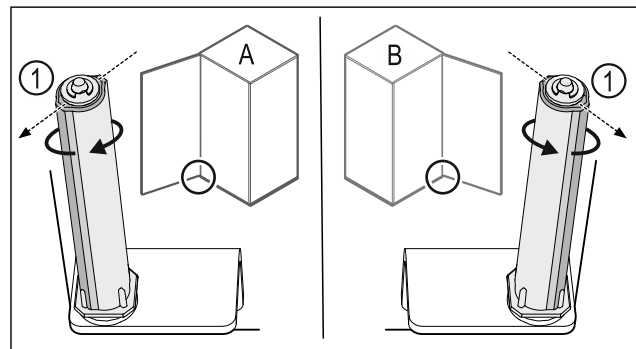

Fig. 26 Linksanschlag (A) / Rechtsanschlag (B)
- ▶ Schließsystem gegen den Widerstand drehen, bis der Steg des Schließsystems Fig. 26 (1) nach außen zeigt.